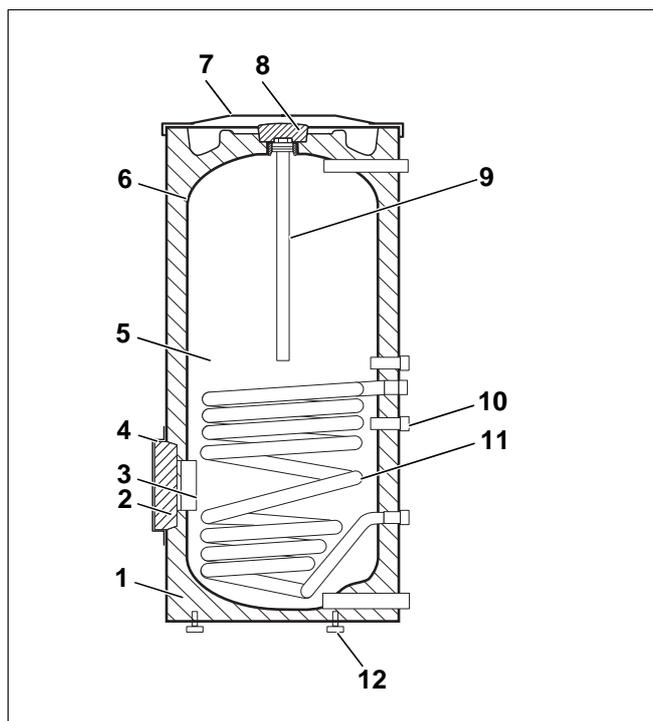

fig. 1 Acumulador de água quente sanitária (aqui: SU300/1)
- Reservatório do acumulador (fig. 1, **pos. 5**) com protecção anti-corrosão
A protecção catódica anti-corrosão é composta pelo termovitrificado higiénico da Buderus DUOCLEAN MKT (fig. 1, **pos. 6**) e por um ânodo de magnésio (fig. 1, **pos. 9**).
- Isolamento térmico (fig. 1, **pos. 1**)
O isolamento térmico em espuma rígida de poliuretano isenta de HCFC é aplicado directamente sobre o reservatório do acumulador. Dois elementos de isolamento térmico (fig. 1, **pos. 2 e Pos. 8**) em espuma de plástico minimizam as perdas de calor através das aberturas de limpeza e do ânodo de magnésio.
- Permutador térmico de tubo polido (fig. 1, **pos. 11**)
- Manga de imersão para a montagem da sonda da temperatura da água quente sanitária (fig. 1, **pos. 10**)
- Abertura de limpeza (fig. 1, **pos. 3**) para trabalhos de manutenção e de limpeza.
- Tampa do revestimento (fig. 1, **pos. 7**)